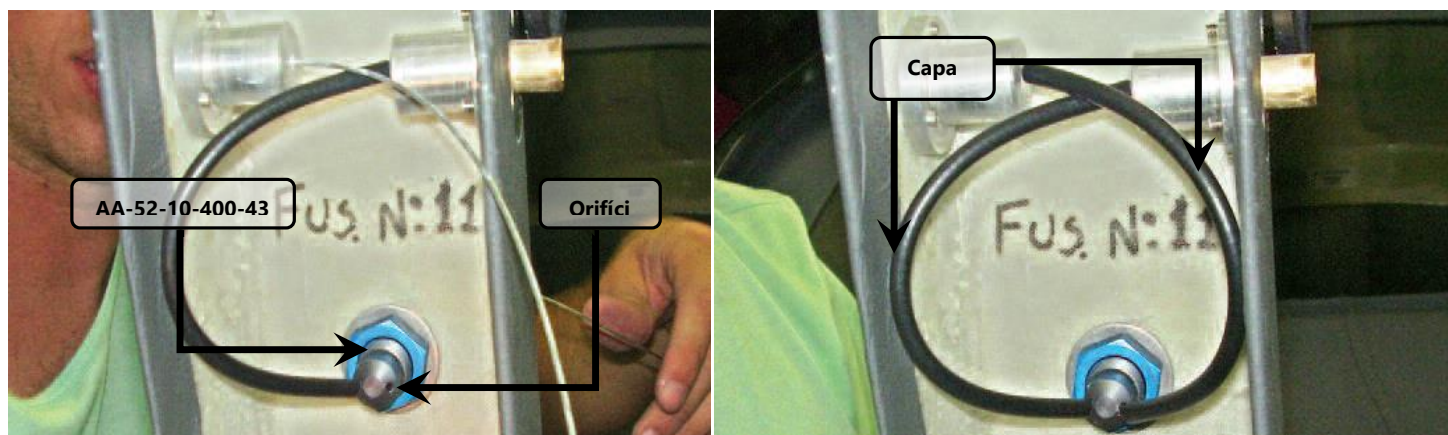
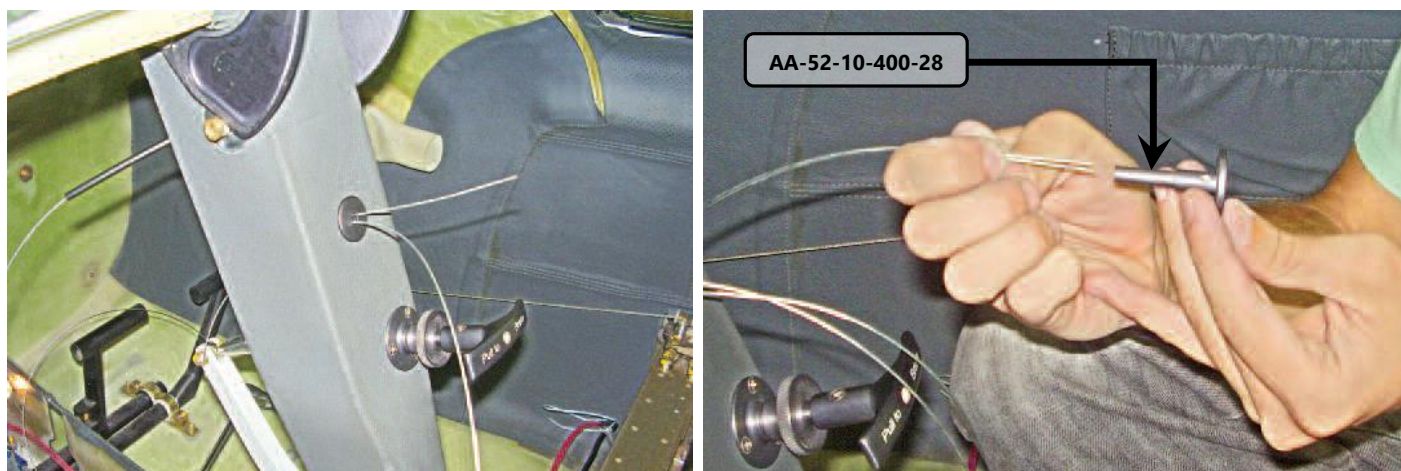
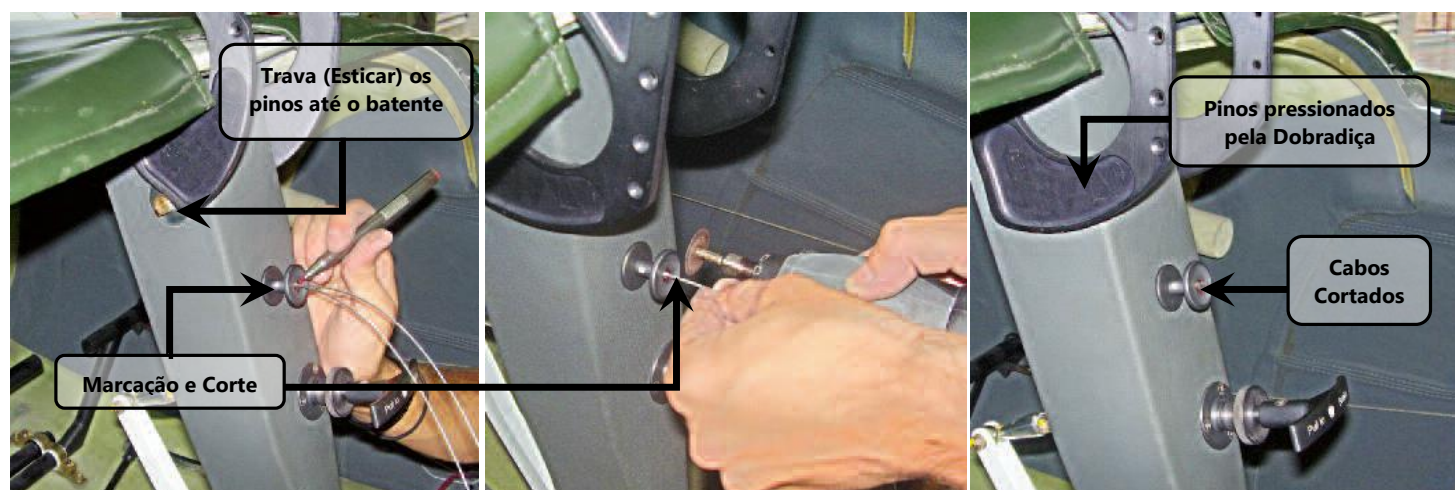

Figura 52.10.10 – Disposição dos cabos.
Figura 52.10.11 – Instalação do manete de comando da trava.
Figura 52.10.12 – Corte do cabo de comando.
8. Realizar os procedimentos descritos nos itens 5, 6 e 7 para o lado oposto da coluna central da cabine de voo do Quasar, ver disposição dos suportes AA-52-10-400-48 na figura 52.10.10.
11. Passar as extremidades dos cabos pelos orifícios do parafuso A-1/8"x 1/4", como indicado pela figura 52.10.10 e figura 52.10.11.
Obs: Somente as capas dos cabos CAPA-1mm deverão ficar visíveis atrás da coluna central da cabine de vôo, como mostra a figura 52.10.10.
12. Passar os cabos no interior do Manete do Sistema de Trava do Canopy AA-52-10-400-28, conforme a figura 52.10.11 e a figura 52.10.12.
13. Elevar a dobradiça do canopy e travá-la com os pinos AA-52-10-400-26, ver figura 52.10.12, até o batente dos mesmos.
14. Esticar os cabos, após a passagem pelo manete AA-52-10-400-28, como mostra a figura 52.10.12. Os pinos AA-52-10-400-26 devem permanecer no batente, travando a dobradiça acima dos mesmos.
15. Marcar os cabos, separadamente esticados, nas proximidades com o manete AA-52-10-400-28, como mostra a figura 52.10.12. Utilizar uma caneta hidrocor.
16. Após a marcação dos cabos, apertar os pinos que travam a dobradiça do canopy e puxar novamente o cabo para a realização do corte. Manter os pinos pressionados, ver figura 52.10.12.
17. Cortar, com um alicate de corte afiado, ambos os cabos de comando na marcação realizada no item anterior, ver figura 52.10.12.